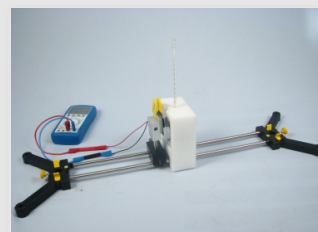

Abbildung 13
3. Der Reiter mit dem Thermogenerator soll nun an den Sonnenkollektor herangeschoben werden, sodass die Nase der schwarzen Platte die Kunststoffscheibe berührt (Abb. 13 der vorherigen Folie).